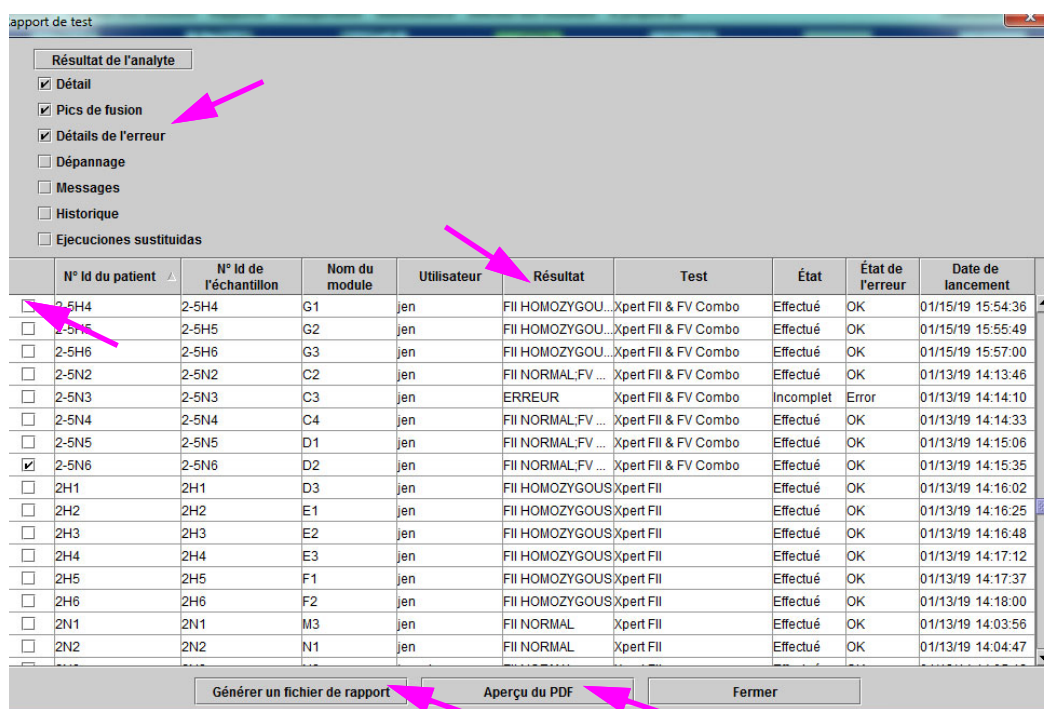

Figure 5-57. Boîte de dialogue **Select Test To Be Viewed (Sélectionner le test à afficher)**
- Cliquer sur le bouton **Generate Report File (Générer un fichier de rapport)** sur l'écran Test Report (Rapport de test) (voir Figure 5-57) pour créer le fichier PDF du rapport de test. La boîte de dialogue Generate Report File (Générer un fichier de rapport) s'affiche et permet d'enregistrer le fichier à un emplacement précisé. Cliquer sur **Save (Enregistrer)** une fois parvenu à l'emplacement spécifique.